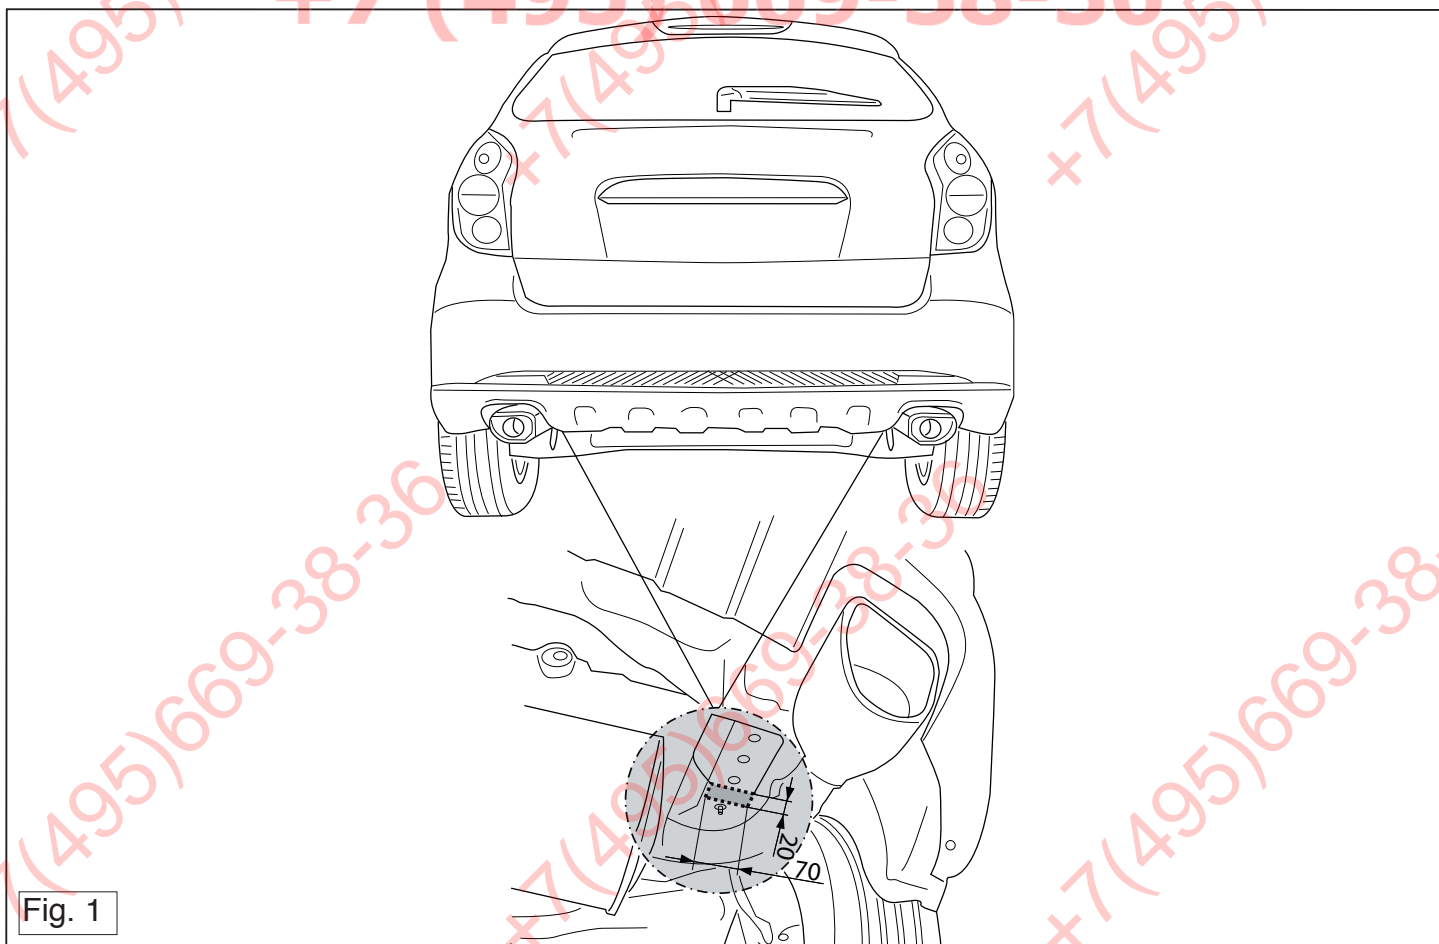

Fig. 1
3. Saw a portion out of the heat shield as shown in figure 1.
3. Gemäß der Abbildung 1 ein Stück aus dem Hitzeschild sägen.
3. Découper un morceau du bouclier thermique conformément à la figure 1
3. Выпилить часть из теплозащитного экрана, как указано на рис. 1.